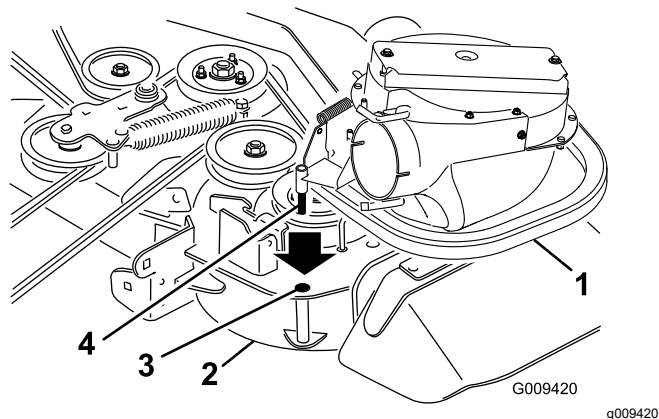
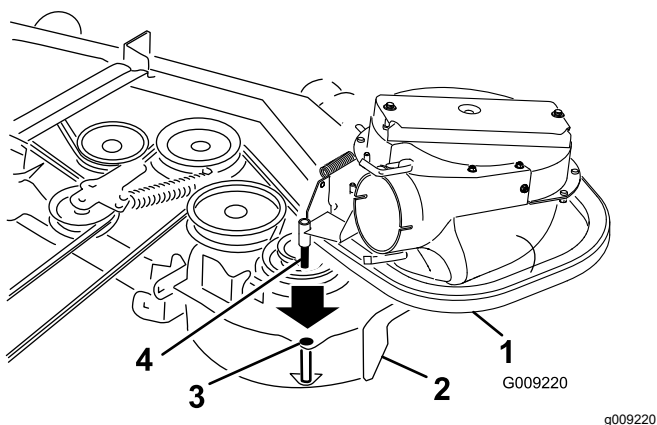

Figura 17
Figura 18
2. Infilate il grano del gruppo soffiatore nel foro di rotazione (Figura 17 o Figura 18).